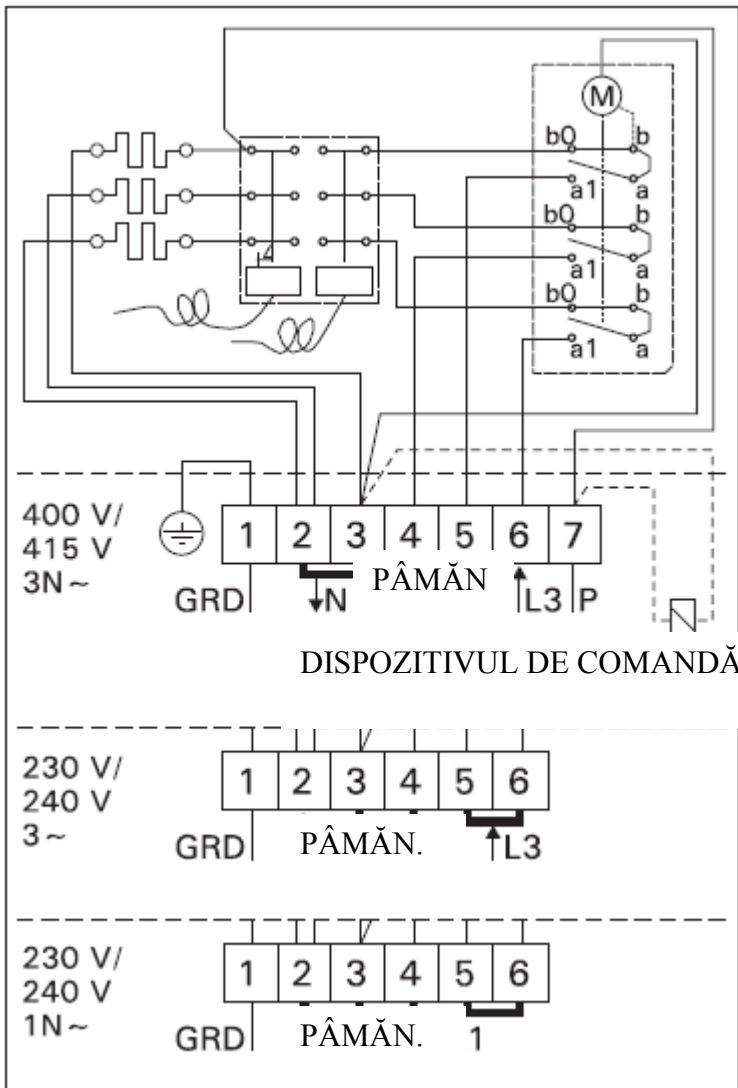

Figura 10. Conexiunile electrice a sobei BC
- Pe lângă conexiunile de alimentare, sobele BC sunt montate și cu conexiuni electrice (P) ce fac posibil comanda electrică (figura 10). Reglarea tensiunii se transmite în starea pornită a sobei. Cablul de alimentare a dispozitivului de comandă intră direct în cutia de distribuție a sobei iar de acolo împreună cu cablul de alimentare a sobei la întrerupător.